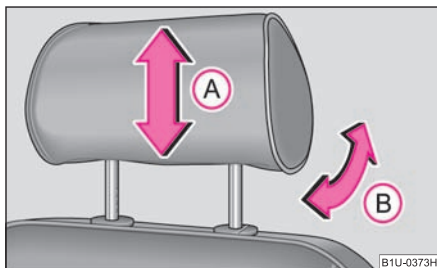

Fig. 57 Reposacabezas. ajustar
- Debe asir el reposacabezas por los lados con las dos manos y desplazarlo en el sentido de la flecha **A** ⇒ fig. 57 hacia arriba o hacia abajo.
- Puede adaptar el reposacabezas a la cabeza inclinandolo en el sentido de la flecha **B** ⇒ fig. 57. Mediante la adaptación del reposacabezas aumenta el confort durante la marcha.